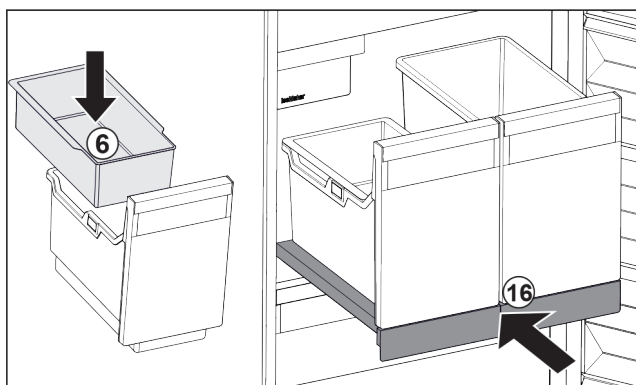

Fig. 106
- ▶ Vsadte závěsnou misku Fig. 106 (6) pro kostky ledu.
- ▶ Zasuňte vysouvací přihrádku s nádobou (IceTower). Fig. 106 (16)